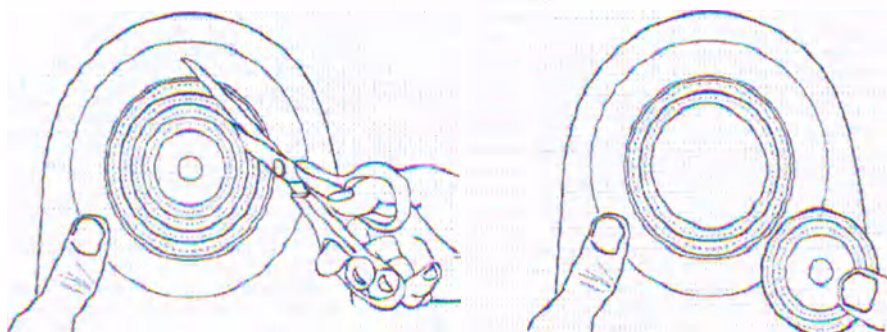

Рисунок 5
- Вырежьте отверстие в клеевом слое по выбранному контуру, следя за тем, чтобы не прорезать калоприемник насквозь (рисунок 5). Размер вырезанного отверстия должен на 3-4 мм превышать размер стомы.